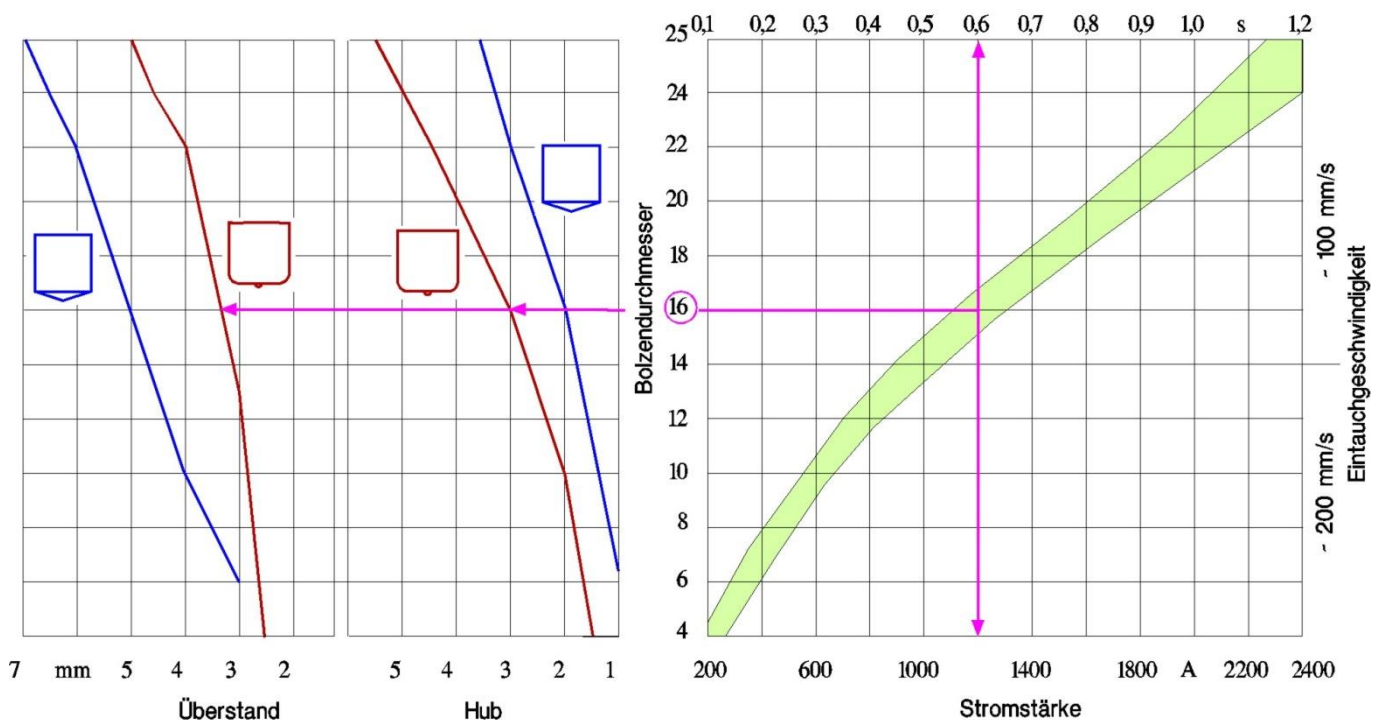

Bild 2: Richtwerte für Strom, Zeit, Hub, Überstand und Dämpfung (Beispiel: Bolzen mit 16 mm Durchmesser und flacher Spitze)
Hub (Lichtbogenlänge) und Überstand sind wichtige Parameter beim Bolzenschweißen. Sie können im Wesentlichen in Abhängigkeit vom Bolzendurchmesser anhand Bild 2 gewählt werden. Die Schweißposition oder die Oberflächenbeschaffenheit des Grundmaterials können Änderungen erforderlich machen. Die passenden Werte sollten dann durch Versuche ermittelt werden.
Das Bild 2 gibt Einstellrichtwerte an, die beim Schweißen auf **metallisch blanken Oberflächen** in **Wannenlage** (Position PA) für gängige Bolzentypen erprobt wurden. Entscheidend ist der Durchmesser an der Schweißspitze, nicht das Nennmaß. Unter anderen Bedingungen (Schweißposition, Oberfläche verölt, verzündert oder geprimert) sind die günstigsten Werte durch Versuche zu ermitteln. Bei problematischen Oberflächen müssen z.T. Schweißzeit und Hub erheblich vergrößert und der Schweißstrom verringert werden. Beim Schweißen in Querposition ist es günstig, gegenüber den Richtwerten den Strom, den Überstand und die Eintauchgeschwindigkeit zu erhöhen und Zeit und Hub zu verringern.
9. Verschieben Sie die Fußplatte mit den Säulen in den Klemmführungen so lange, bis der richtige Überstand erreicht ist. Richten Sie sich nach Bild 2. Eine schematische Darstellung der Stützeinrichtung finden Sie im Bild 4.
Keine Zwischenwerte einstellen! Richten Sie sich bei der Wahl der Werte nach Bild 2.
Der Hub kann nur in Stufen von 0,5 mm verändert werden. **Keine Zwischenwerte einstellen!** Richten Sie sich bei der Wahl der Werte nach Bild 2.